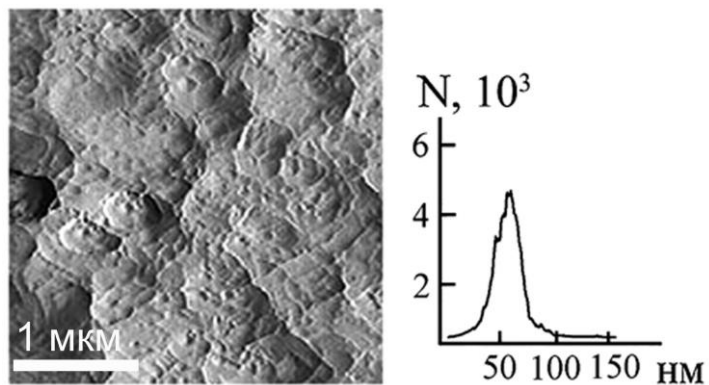

Рис. 8 АСМ-скан и гистограмма распределения высот поверхности керамического материала.
10. Сделайте оценочный расчет шероховатости поверхности образца по данным атомно-силовой микроскопии (рис. 8)